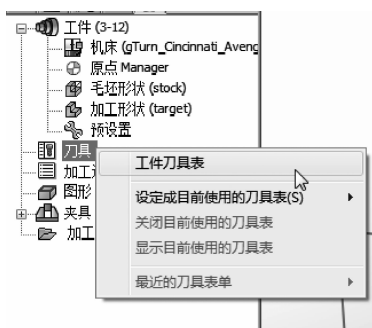

图 3-22 【工件刀具表】命令
(1) 要利用原有的刀具信息,可以在 SolidCAM Manager 管理器里右键单击【刀具】|【工件刀具表】命令,如图 3-22 所示,【工件刀具表】窗口自动显示出来,这个窗口可以管理需要的所有刀具,包括对刀具的输入、输出、编辑和定义等。